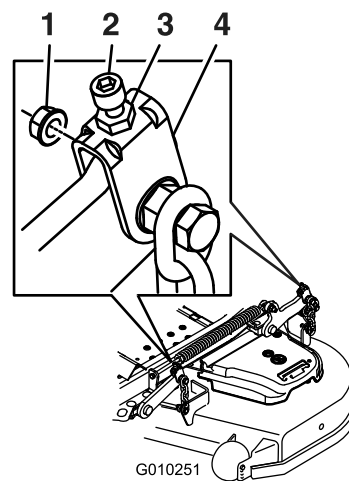

Figure 115
10. Ajustez précisément le serrage de l'écrou de réglage sur l'ensemble de levage du tablier avant (Figure 115).
16. Ajustez précisément la vis de réglage en la tournant jusqu'à obtention d'une hauteur de 8,3 mm (3¼ po) (Figure 115).